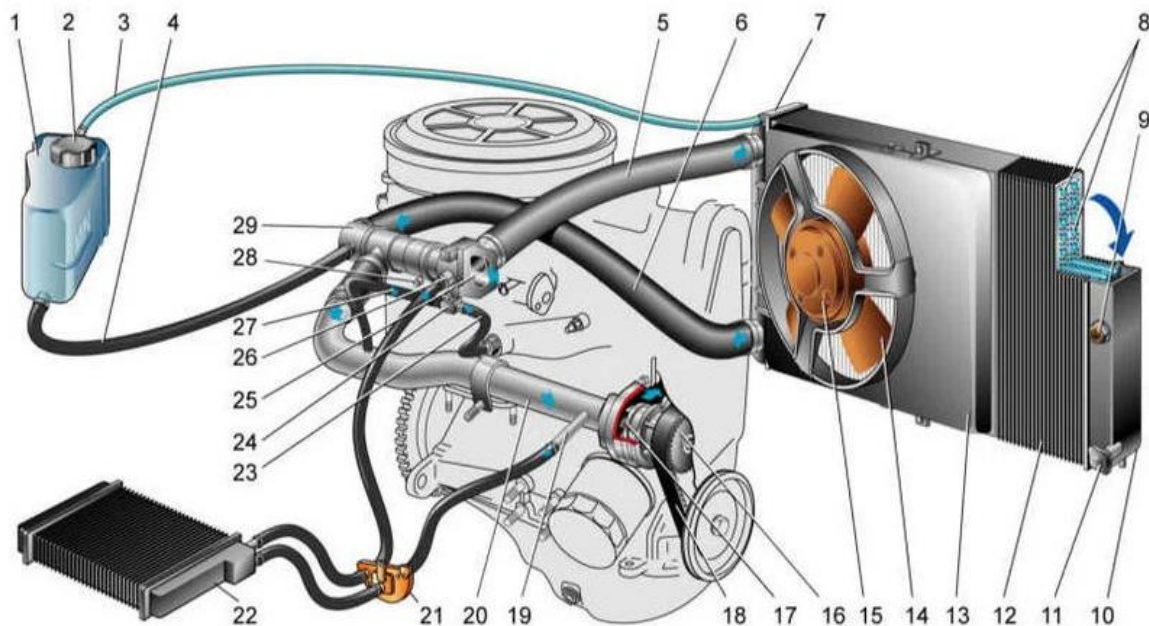

Рис. 1.6. Схема системы охлаждения двигателя:
– ознакомиться с устройством и принципом действия системы охлаждения двигателя (рис. 1.6), термостата и пирометра;